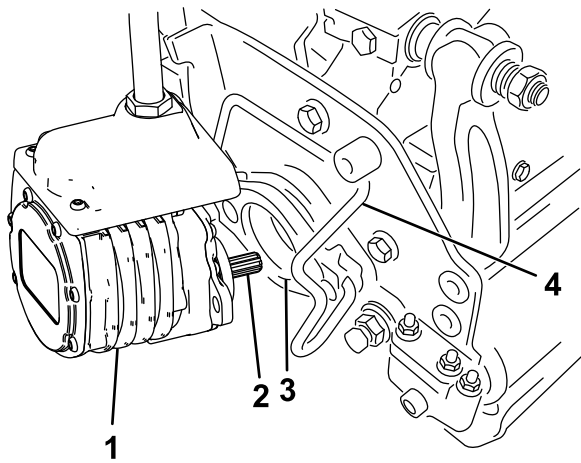

图 56
6. 在滚刀组马达的花键轴上涂抹干净的润滑脂图 56。
7. 将马达插入滚刀组左侧从操作员的位置看并将滚刀组上的马达固定架拉向马达直到听见马达两侧发出“咔哒”的声音图 56。